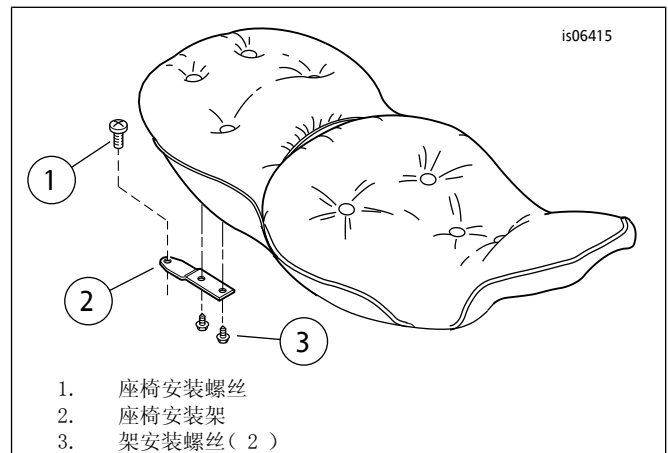

图1。座椅后安装架
4. 参见图1。拆下螺丝(1)，从后挡板拆下座椅后安装架(2)。
6. 参见图1。拆下两个螺丝(3)，从座椅底部释放后安装架(2)。
7. 参见图1。将螺丝(1)穿过座椅安装架的孔送入固定螺母，然后拧紧至2.3-4.5 N·m (20-40 in-lbs)。